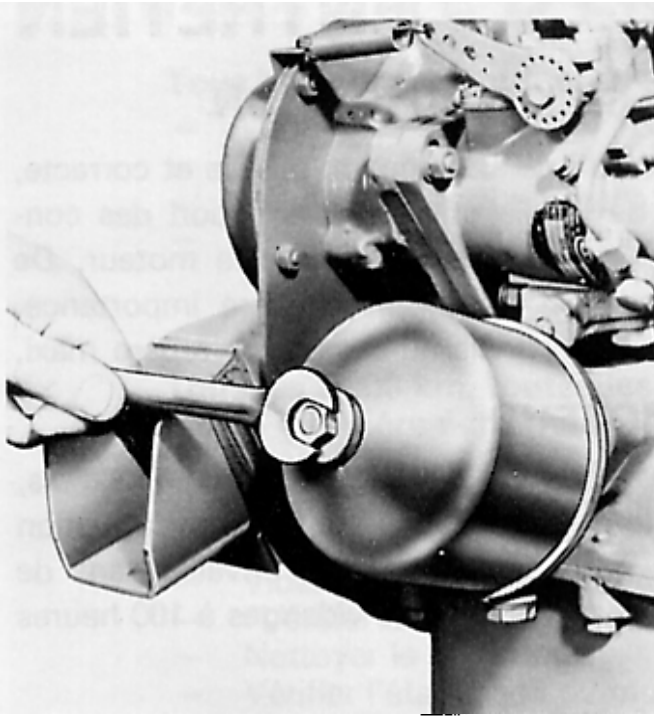

Fig. 6 — Filtre à huile avec vis d'assemblage.
1. Desserrer la vis de fixation de la cuve fig. 6.